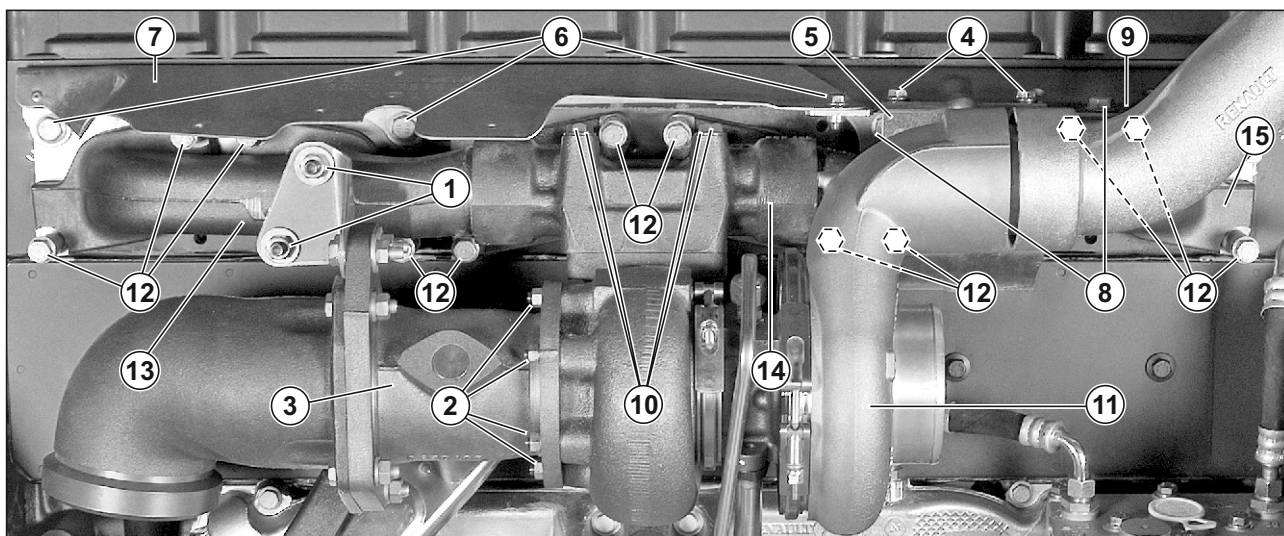

Рис. 15. Снятие агрегатов системы выпуска.
3. Отвернуть гайки (1) крепления кронштейна заслонки и гайки (2) крепления заслонки к турбокомпрессору (см. Рис. 15).
4. Снять заслонку на выхлопе (3) (650.3570010) (см. рис.15)
(см. Рис. 15)